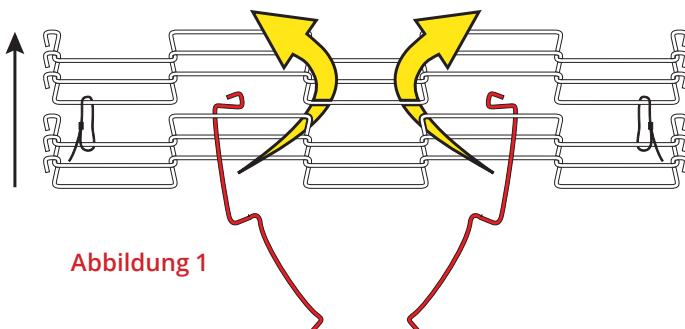

Abbildung 1
- Achten Sie darauf, dass die Abschlußkanten entgegen der Laufrichtung ausgerichtet sind (siehe Abbildung 1). Ist dieses nicht der Fall, stellen Sie bitte sicher, dass der Gurt nicht rückwärts auf die Anlage gespannt ist.
- Biegen Sie den Verbindungsstab von jeder Seite so viel, dass es möglich ist die Enden in die beiden Maschen links und rechts neben der Mittelmasche einzuführen (Masche A und B - Abbildung 1).